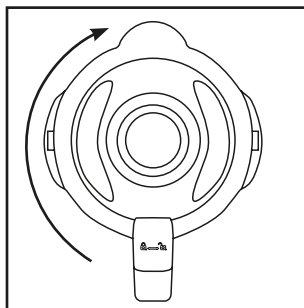

Fig. 2
- 4) Premere saldamente di nuovo il coperchio **2** sull'inserto mixer **3** in modo sfalsato. Chiudere il coperchio **2**, ruotandolo in senso orario nella posizione ↷ fino a percepirne l'innesto (vedere Fig. 2). Verificare che il beccuccio dell'inserto mixer **3** sia chiuso. Il motore può avviarsi solo quando il coperchio **2** è posizionato a filo.